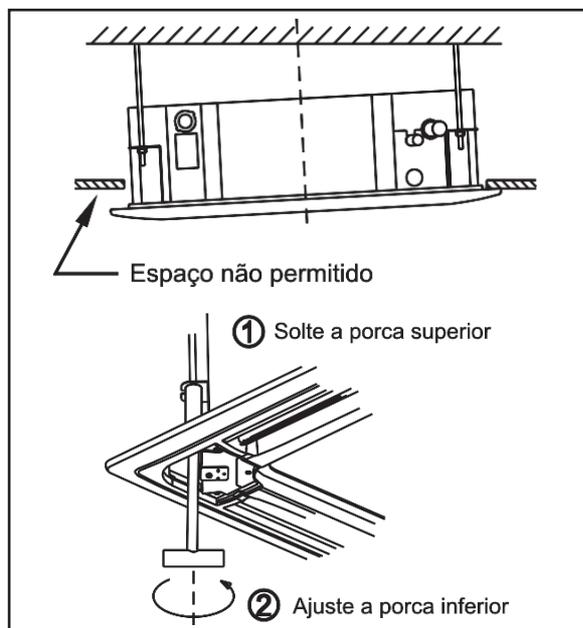

FIGURA 27
- j) Se ainda continuar a existir uma distância entre o painel e o teto após a fixação dos parafusos, a altura da unidade deve ser modificada, utilize as porcas do tirante para fazer a regulagem precisa da altura. Veja os passos 1 e 2 na Figura 27 a seguir.